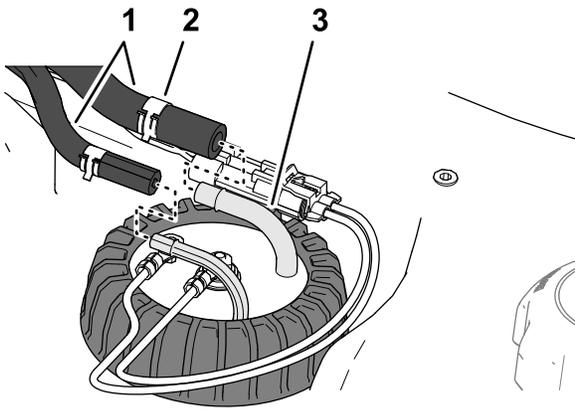

图 89
4. 将固定软管的夹子移动到燃油发送器内侧的接头上然后从接头上拆下软管 图 89。